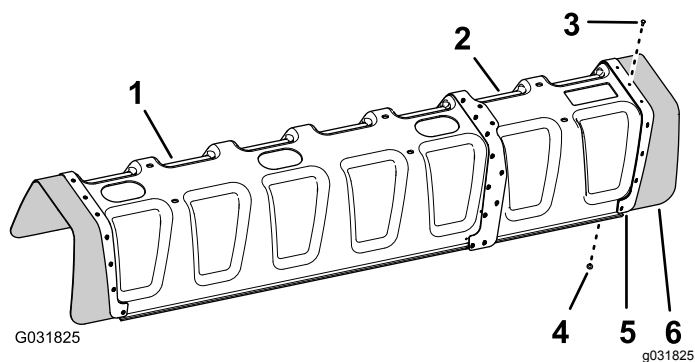

Рисунок 149
5. Совместите отверстия в резиновом кожухе и усиливающей пластине (один ряд), снятыми при выполнении пункта 2, с отверстиями в конце удлинителя кожуха (Рисунок 149).